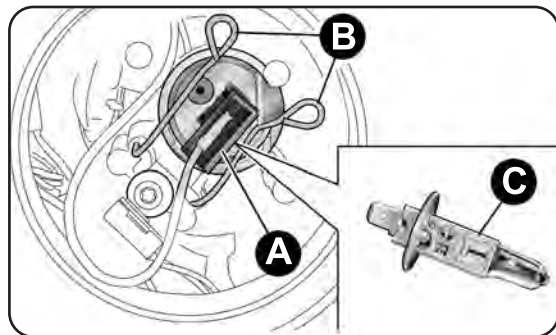

fig. 132
- sfilà il connettore A-fig. 132 e successivamente apri le linguette B verso l'esterno;